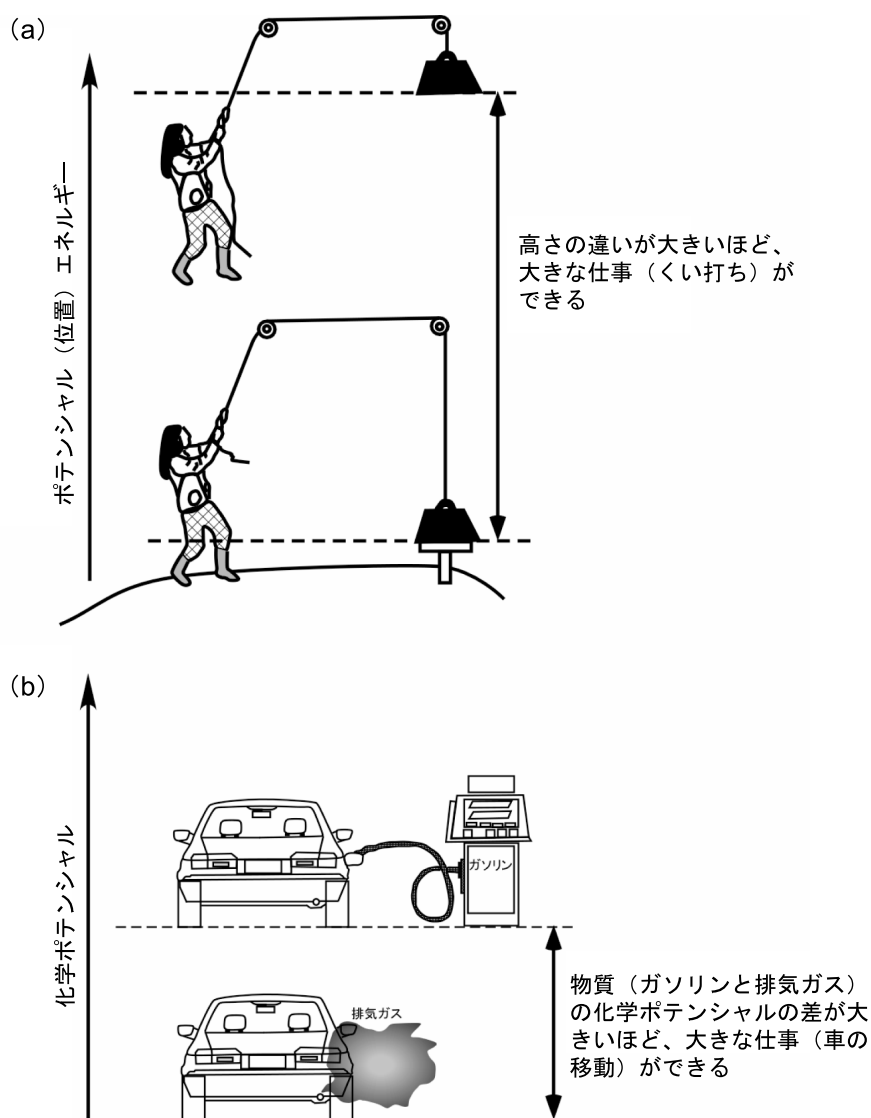

Fig. 6. 位置エネルギーと化学ポテンシャルの対応関係
まず、化学ポテンシャルをどう説明すればよいかであるが、物質生物科学科の学生は概して高校物理が苦手だが、「位置エネルギー」という概念にはついていける。そこで Fig. 6 のような絵を見せて、こう説明する。「位置エネルギーとは、高い位置にある物体が潜在的にもつエネルギーのことで、高いところにあればあるほど、大きな仕事ができる。化学ポテンシャルとは、位置エネルギーとよく似ていて、物質が潜在的にもつエネルギーのことである。そして、このエネルギーが高ければ高いほど、燃焼などの化学反応を通じて大きな仕事ができる。さらにこう続ける。「ある物体（たとえばガソリン）の化学ポテンシャルは、(1) どんな分子を含んでいるかということ（質）と、(2) その分子をどれくらい含んでいるか（量）の両方に関係する。これら「質と量」をまとめて扱うより、「量に関係する部分」と「質に関係する部分」を分けるのが便利である。そうしたことを考慮すると、ある物質（単体）の化学ポテンシャル μ は、
とし、この反応 1 回あたり n 個の電子がやりとりされるとする。(3) 式のような電池反応では、エネルギーの対応関係は次のようになっているはずである (Fig. 6 参照)。